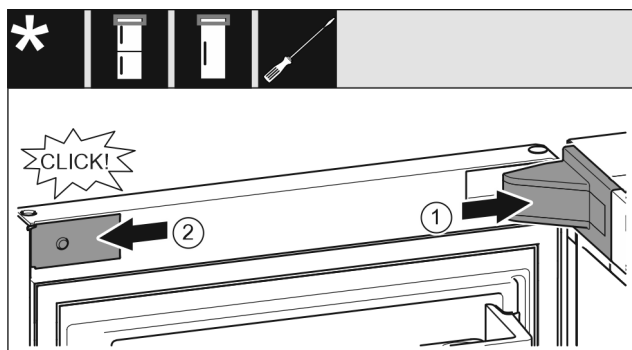

Fig. 65
- ▶ Helyezze fel és pattintsa be a csapágýbak fedelét Fig. 65 (1), szükség esetén óvatosan nyomja szét.
- ▶ Helyezze fel oldalra a takarólemezt Fig. 65 (2), és pattintsa be.